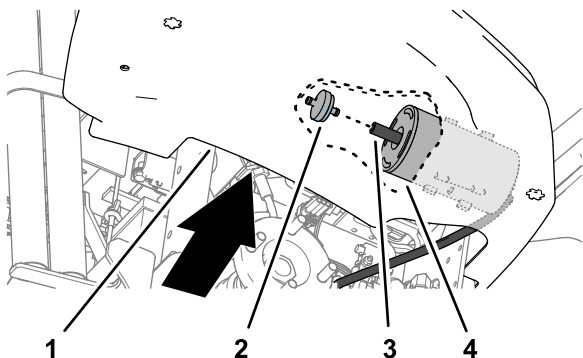

Bild 32
4. Greifen Sie um die untere Kante der Konsole herum nach hinten und ziehen Sie den Aktivkohlefilter rückwärts heraus, aus dem Schlauch am Ende des Aktivkohlefiltereinsatzes (**Bild 32**).
5. Setzen Sie einen neuen Aktivkohlefilter in den Schlauch am Ende des Aktivkohleleinsatzes ein (Bild 32).